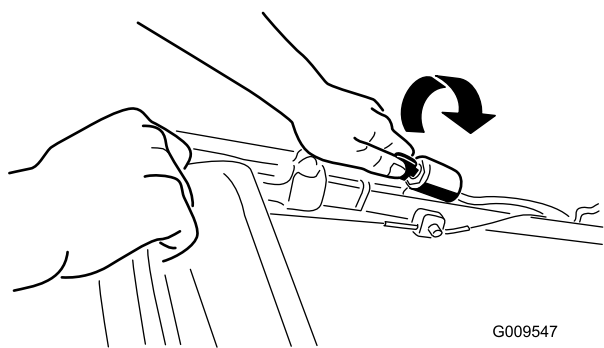
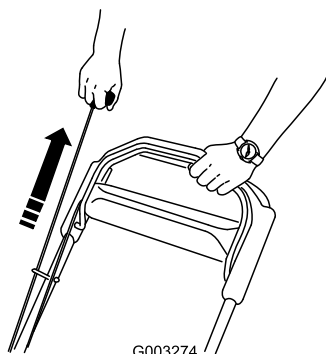

Figura 14
Figura 15
2. Girate la chiave di accensione (Figura 14) o tirate l'avviatore autoavvolgente (Figura 15).
Nota: Quando utilizzate l'avviatore autoavvolgente, tiratelo leggermente fino ad avvertire una certa resistenza, poi date uno strappo (Figura 15). Lasciate che il cordino si riavvolga nell'avviatore lentamente.